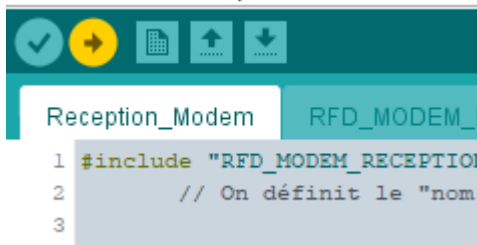

Figure 21: Bouton transférer le programme
- Transférer le programme (bouton flèche vers la droite) (fig 21)